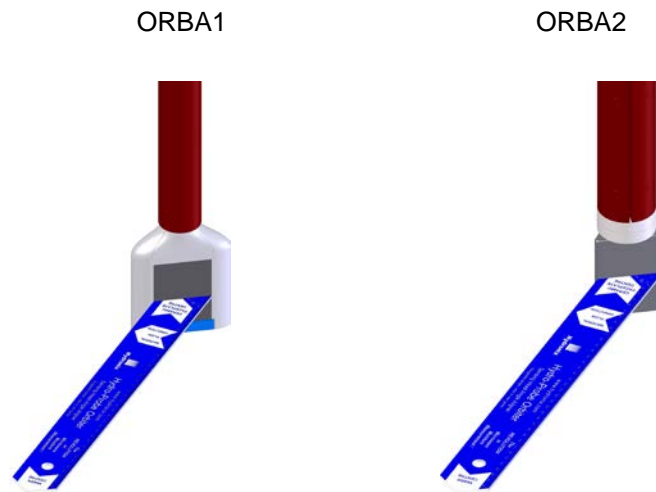

Figura 16: Il dispositivo di allineamento dell'angolazione Hydronix dopo l'allineamento della superficie del sensore
- Il sensore deve essere collegato al braccio della lama di raschiamento a circa 1/4-1/3 di distanza dalla parete del mescolatore (vedere la Figura 15). Scegliere una posizione dove il flusso di materiale è estremamente scorrevole e il più lontano possibile dalla turbolenza creata dalle lame del mescolatore. La superficie in ceramica del braccio di rilevamento deve essere posizionata a un'angolazione di 55° rispetto al centro del mescolatore. Tale valore può essere impostato utilizzando il dispositivo di allineamento fornito (per ulteriori informazioni, vedere la Figura 16).
- Un'angolazione di  $55^\circ$  di solito fornisce buoni risultati. Per impostare l'angolazione, utilizzare l'apposito dispositivo di allineamento fornito (Figura 16).